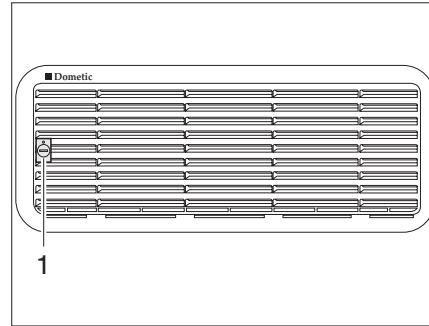
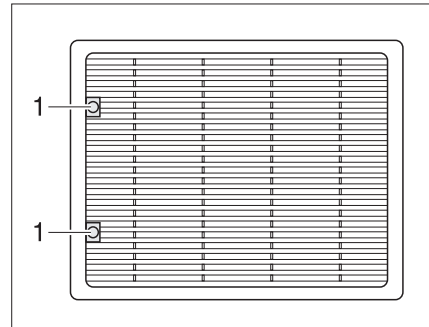

Fig. 86 Griglia di aerazione del frigorifero (Dometic piccolo)
Fig. 87 Griglia di aerazione del frigorifero (Dometic grande)
- ▶ Con l'ausilio di una moneta ruotare la vite (Fig. 86,1 o Fig. 87,1) di un quarto di giro.